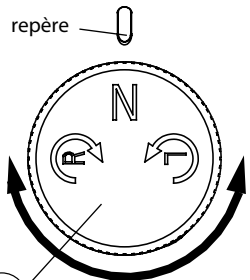

FIG. 4
3.4) Définition du sens de rotation (Voir Fig. 4)